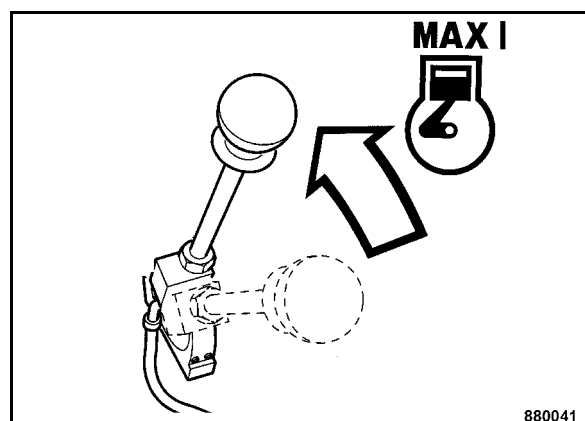

Fig. 41
- Porre la leva di regolazione del regime di giri (Fig. 41) nella posizione "MAX I".